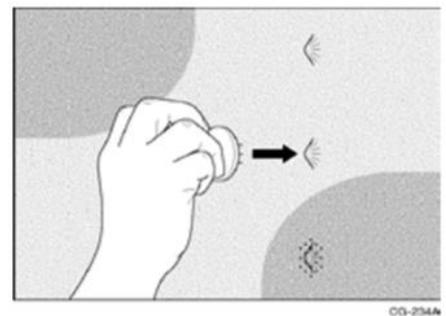

Figura 27
1. Utilizzare un taglierino per pellicole intorno ai rivetti nelle seguenti circostanze. Vedere figura 27.